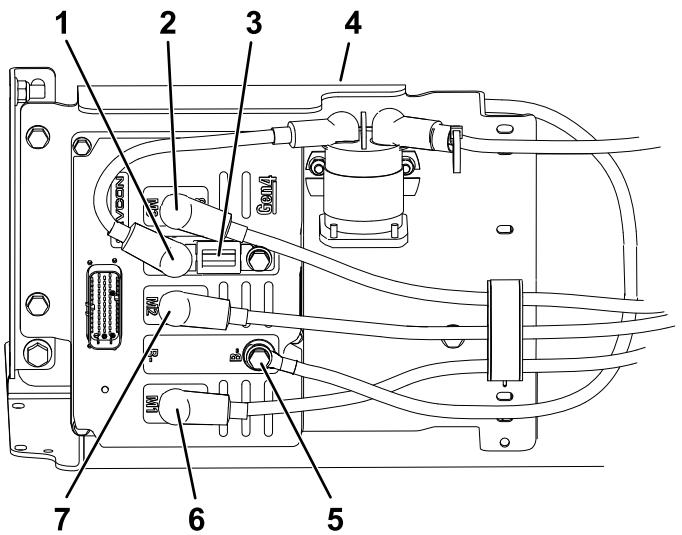

图5
- A. 从控制器端子 B+、B-、M1、M2 和 M3 上小心翼翼地卸下平头螺丝、锁紧垫圈、扁平垫圈和电缆接头图5。
- B. 小心地将线束接头从控制器上拔出图5。
- C. 将电缆和线束接头放到远离控制器的地方图5。
- B. 用平头螺丝、锁紧垫圈和扁平垫圈将控制器电缆固定到控制器端子 B+、B-、M1、M2 和 M3 图5。